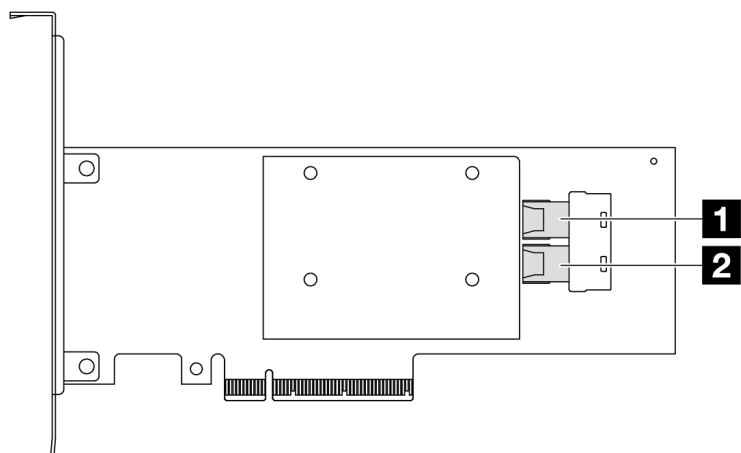

图 316. Gen 3 8i SFF RAID/HBA 适配器 (两个端口接口)
- 第 344 页图 316“Gen 3 8i SFF HBA 适配器（两个端口接口）”